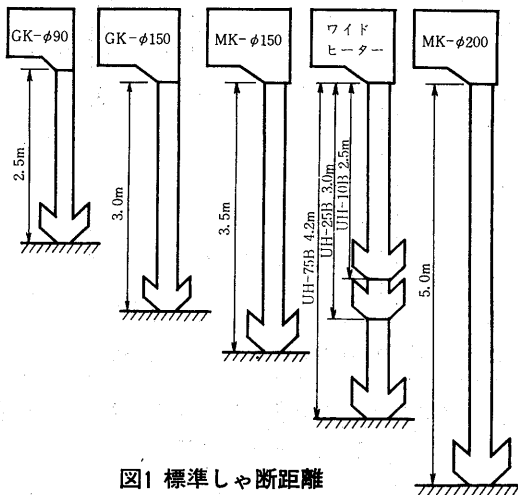

図1 標準シャ断距離
(2) 使用電源による選定
(3) 取付場所の騒音による選定
(4) シャ断距離より選定<図1参照>